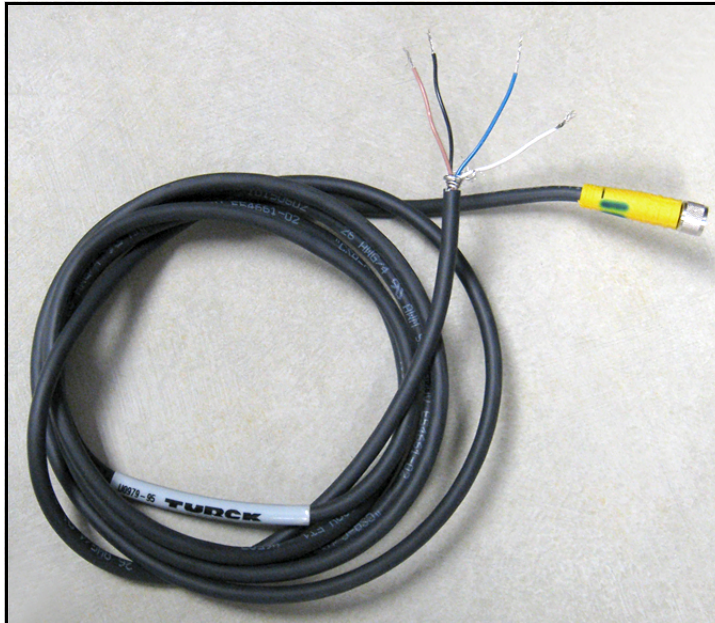

Figure 27: Câble de IQ.probe à quatre conducteurs
1. Reliez à la sonde l'extrémité du câble de la sonde (voir *Figure 27*) présentant le connecteur et tournez la tête du connecteur dans le sens horaire jusqu'à ce que le connecteur soit bien fixé en place.